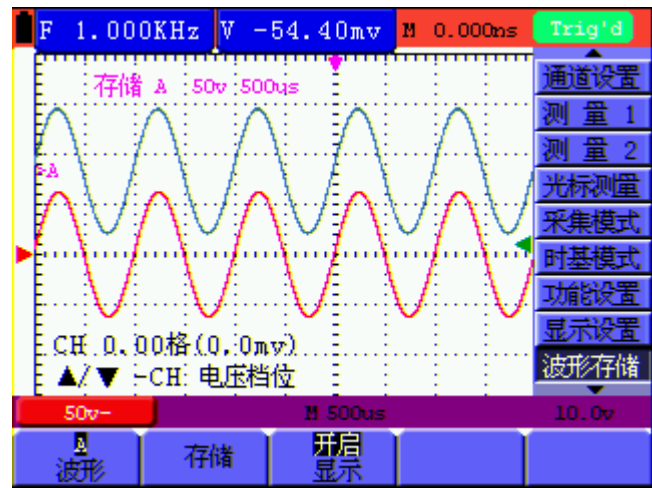

图42：波形储存
5. 按 **F3** 键，选择 **显示** 为 **开启**，储存在地址 **A** 中的波形就显示在屏幕中，波形显示的颜色是蓝色，同时以紫色信息显示波形的零点位置、电压档位和水平时基。见图 42：